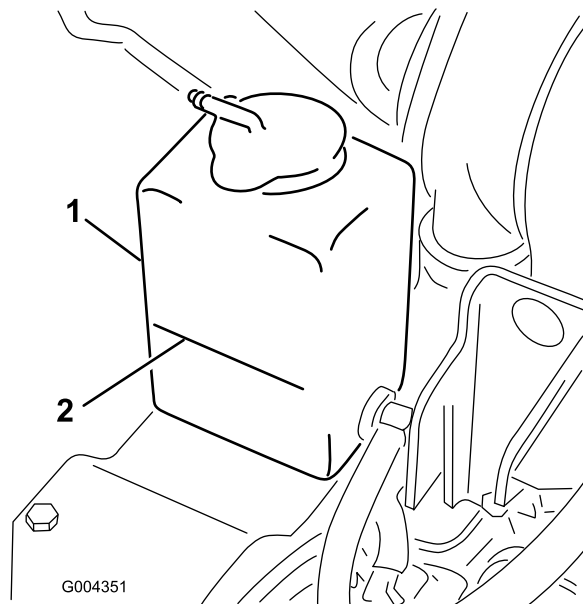

Figura 14
1. Compruebe el nivel de refrigerante en el depósito de expansión (Figura 14).